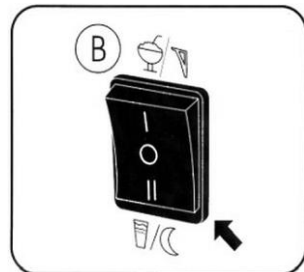

Fig. 6
1. Para apagar la granizadora, pulse el interruptor principal de encendido/apagado (A) en la posición "O".
2. Si el producto debe permanecer en la granizadora durante la noche, coloque el interruptor (B) en la posición nocturna (Fig. 6).